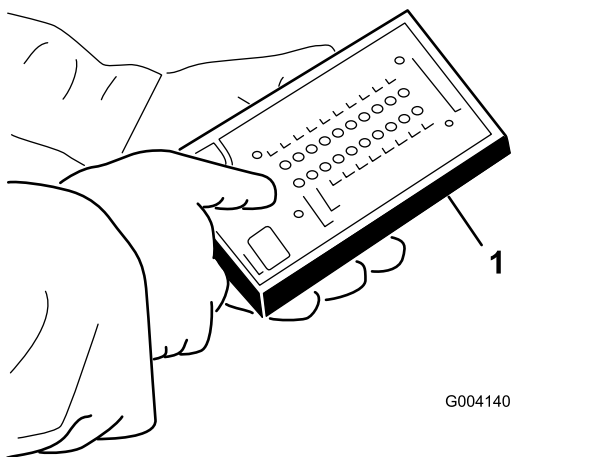

Figura 23
4. Collegate il connettore del display Diagnostic ACE al connettore diagnostico (Figura 23).